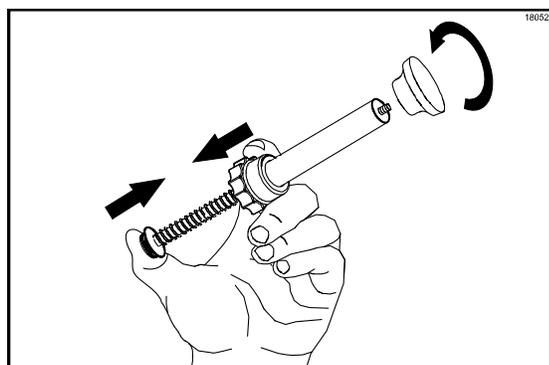

図73
4. ノブを取り外すにはワッシャーをつまみ、スプリングのノブ側へ押します。十分に押し込んだら、手でプランジャーをつかみます。ノブを時計と反対方向に回します(図73を参照)。